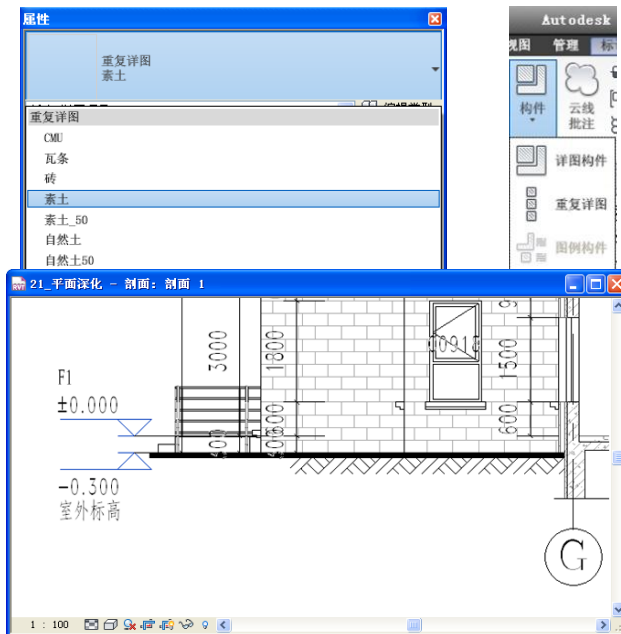

图 6-54
- 单击“详图”面板下“详图构件”下拉箭头“重复详图构件”命令, 在类型选择器中选择“素土”, 使用绘制方式直接绘制素土 (如图 6-54 所示)。